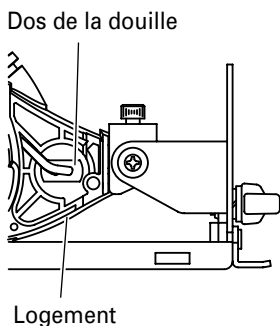

Fig. 20
- (2) Appuyez sur le dos de la douille et retirer la douille et l'ampoule en même temps du logement (Fig. 20).